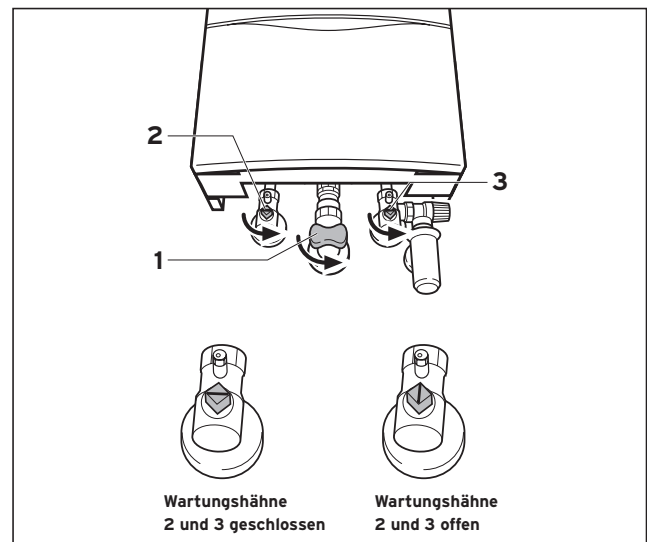

Abb. 3.3 Absperreinrichtungen öffnen
3.2.1 Absperreinrichtungen öffnen (Abb. 3.3)
- Öffnen Sie den Gasabsperrhahn (1) durch Eindrücken und Drehen gegen den Uhrzeigersinn bis zum festen Anschlag.
- Kontrollieren Sie, ob die Wartungshähne im Vorlauf (2) und Rücklauf (3) geöffnet sind. Dies ist der Fall, wenn die Kerbe im Vierkant der Wartungshähne mit der Rohrleitungsrichtung übereinstimmt. Sollten die Wartungshähne geschlossen sein, können sie mit Hilfe eines Maulschlüssels durch eine Vierteldrehung nach rechts oder links geöffnet werden.